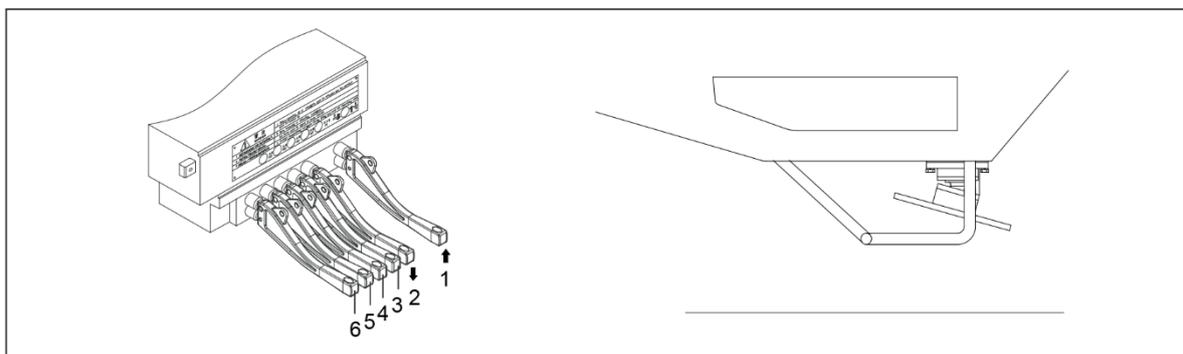

Figura 4-23 Recolhimento da quinta patola
- (1) Pare o trabalho (abaixe a carga com segurança).
- (2) Recolha a lança.
- (3) Arrume a lança corretamente.
- (4) Recolha a quinta patola.
- (5) Recolha todas as outras patolas.
- b) Recolha a 5ª patola (Favor consultar a figura 4-23):